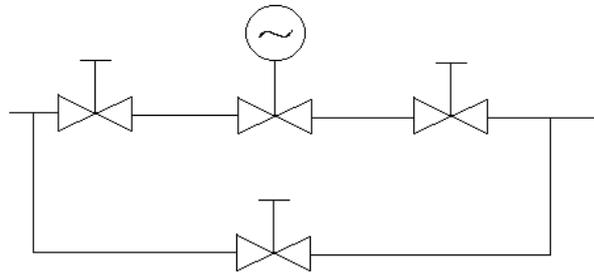

图 6 旁路管道安装图例
(1) 安装调节阀总体上应考虑以下方面:
- ① 安全: 安装过程中人员和设备的安全。
- ② 控制性能: 配管系统压力损失应与计算调节阀尺寸时所考虑的压力损失一致, 以保证所需的流量特性。进出口应尽量保证足够的直管段。
- ③ 安装位置: 应有足够的空间便于操作人员手动操作 (包括旁路操作) 以及保证调节阀和附件的就地拆卸和维修的可能性。
④ 调节阀组：一般在工艺过程配管中均安装切断阀的旁路阀与调节阀配成阀组，以适应设备连续操作的需要。维修调节阀时用切断阀隔离。用旁路阀调节。下面图 6 中推荐调节阀组布置方式。